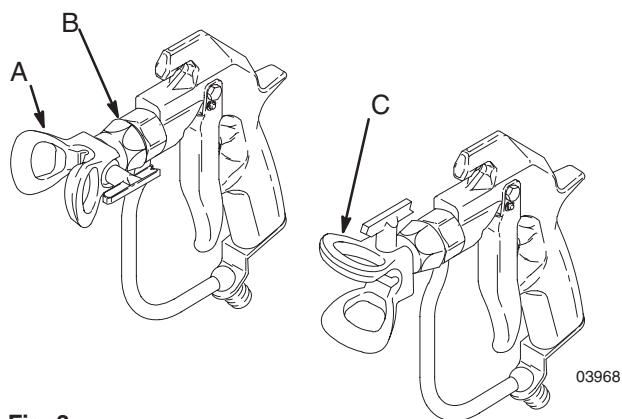

Fig. 3
1. For at justere sprøjtemønstrets retning, tages trykket af. Dyseholderens holdemøtrik (B) løsnes. Vendehuset drejes vandret (C) for at opnå et vandret mønster og lodret (A) for at opnå lodret mønster. Møtrikken tilspændes igen. Se Fig. 3.